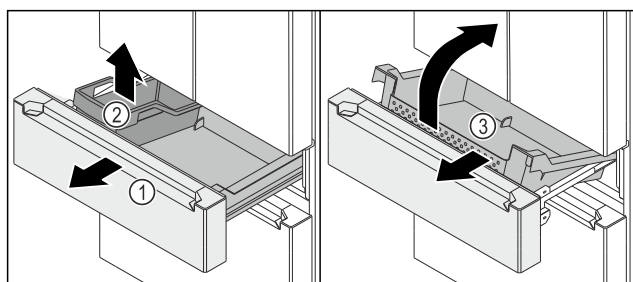

Fig. 150
- ▶ Estrarre il carrello di estrazione Fig. 150 (1) fino a battuta.
- ▶ Rimuovere il FlexBox Fig. 150 (2).
- ▶ Sollevare il contenitore Fig. 150 (3) anteriore.
- ▶ Estrarre il contenitore Fig. 150 (3) in obliquo e in avanti.